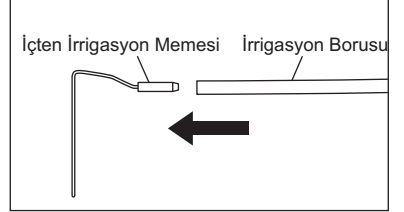

Fig. 5
(1) İçten Irigasyon Memesi
- ① Irigasyon borusunu içten irigasyon memesine iyice oturtunuz.(Fig. 5)